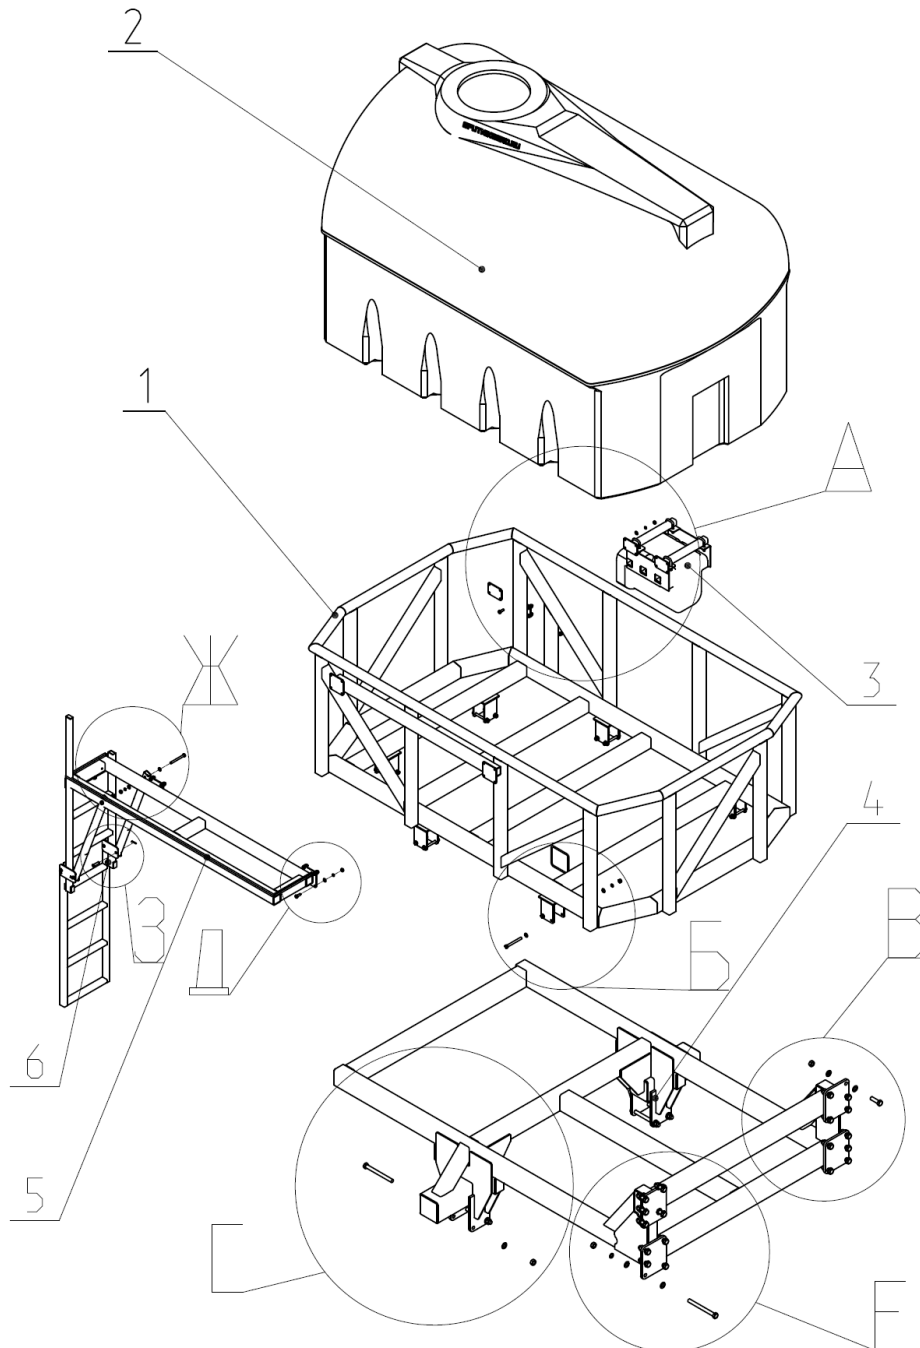

Рис. 8 Сборка тележки
2.1.7. Обвязка емкости (рис. 8) представляет собой сварную рамную конструкцию состоящую из двух частей 2, 3 и предназначена для закрепления емкости на раме. Крепится на раме болтами М12х120.
2.1.8. Ступеньки 6,7 представляют собой сварную конструкцию и закрепляются на обвязке (рис. 8).